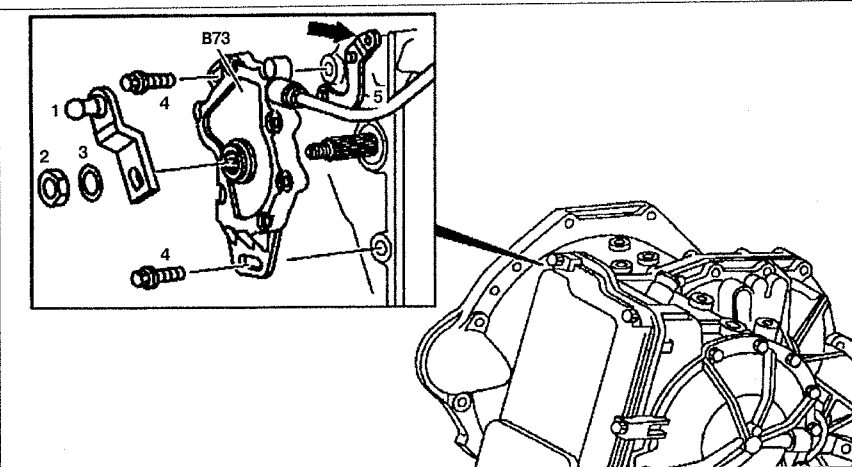

Рис. 6.70. Датчик положения рычага селектора переключения передач (автомобили с двигателями 111, 601.970 и 611.980):
2. Снимите рычаг селектора 1 (см.рис.6.70).